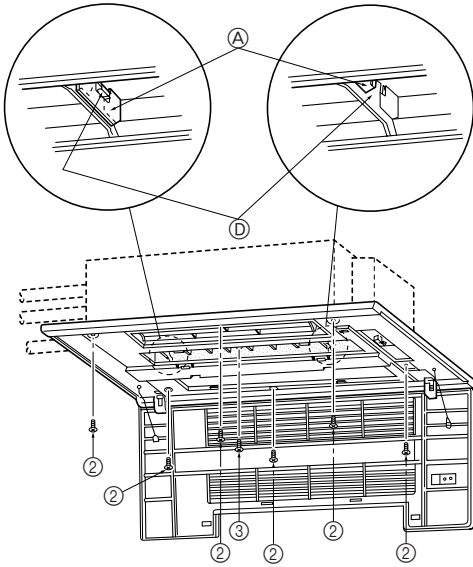
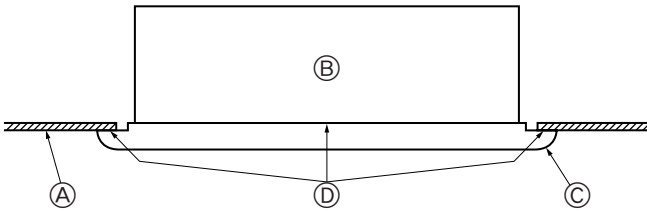

Fig. 5-5
Fig. 5-6
- Ön paneli duvar ile tavan arasındaki açığa uyacak şekilde ayarlayın ve (bu ızgara ile birlikte verilen) bağlantı cıvatalarını ② sağdaki ve soldaki dört deliğe tam sıkmadan takın. (Fig. 5-5)
- Sonra ortadaki üç yerde bulunan tespit cıvatalarını ② ve tespit vidalarını ③ sıkın.
- Son olarak da sol ve sağ taraftaki dört yerdeki tespit cıvatalarını ② sıkın.
- Bu noktada, iç ünite ile ön panel ve ön panel ile tavan yüzeyi arasında herhangi bir açıklık kalmamasına dikkat edin. Eğer açıklık kalmıyorsa, buradan rüzgâr girebilir ve su damlamasına neden olabilir (Fig. 5-6).
- * Tespit cıvatalarını ② ve tespit vidalarını ③ sonuna kadar sıkın.